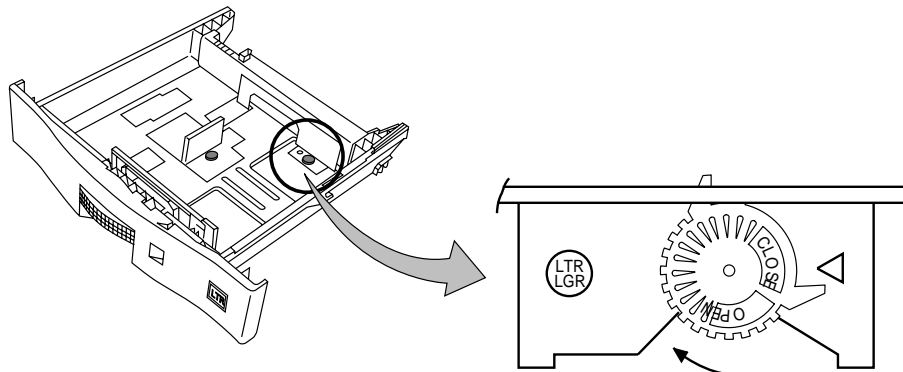

Abbildung 3-6 Verriegelung
2. Drehen Sie die blauen Feststellräder an allen Papierführungen gegen den Uhrzeigersinn in die Position OPEN (Abbildung 3-6).